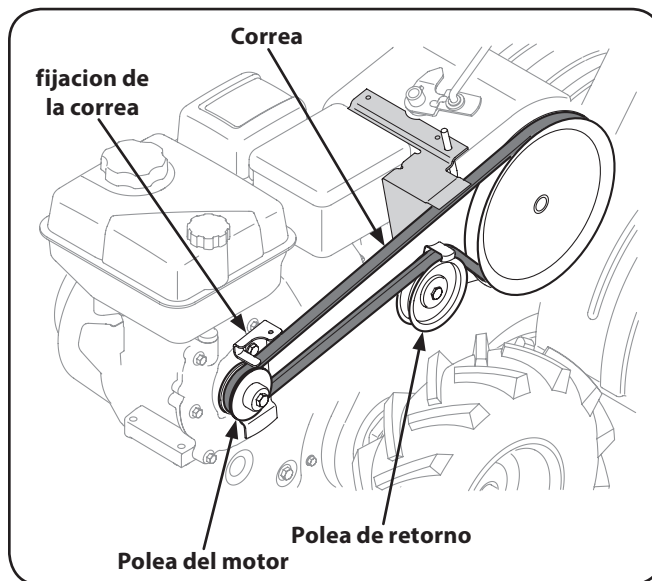

Figura 7-2
4. Retire la ménsula del guardacorreas ubicado detrás de la polea del motor extrayendo dos pernos hexagonales y arandelas de seguridad. Vea la Figura 7-2.
6. Después de armar, cerciórese de que la correa pasa sobre la polea loca y por dentro de los guardacorreas junto a la polea del motor. Vea la Figura 7-2.